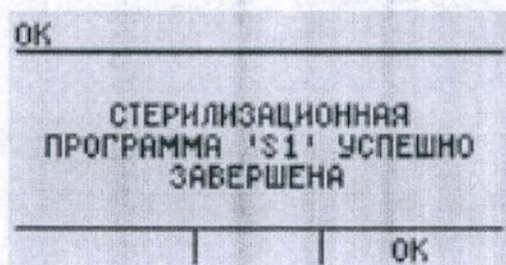

рис. 26
3. После успешного завершения программы на дисплее отображается сообщение (рис. 26).
3. После успешного завершения программы на дисплее со стороны выгрузки отображается сообщение, см.рис. 26.